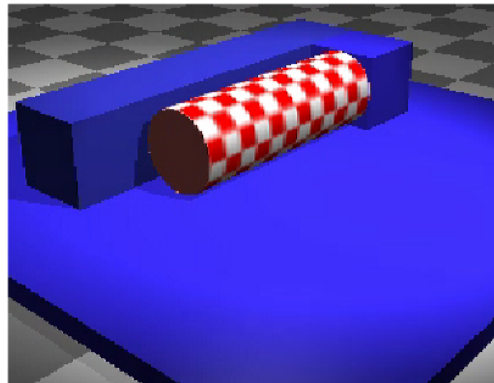

FIGURE 7: Exemple 2
■ **Exemple** Prenons l'exemple de la pièce en Figure 7, la pièce rouge a ..... contacts avec la pièce bleu. Ces contacts sont :